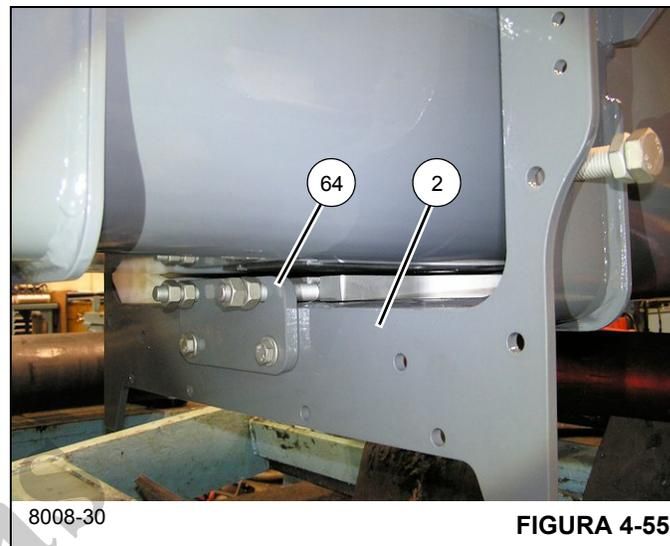

FIGURA 4-55
- 101. Fixe a placa de fixação (64) à parte superior do telescópio 1 (2) usando dois parafusos (69), quatro arruelas lisas (67) e duas porcas (18) (consulte a Figura 4-55).